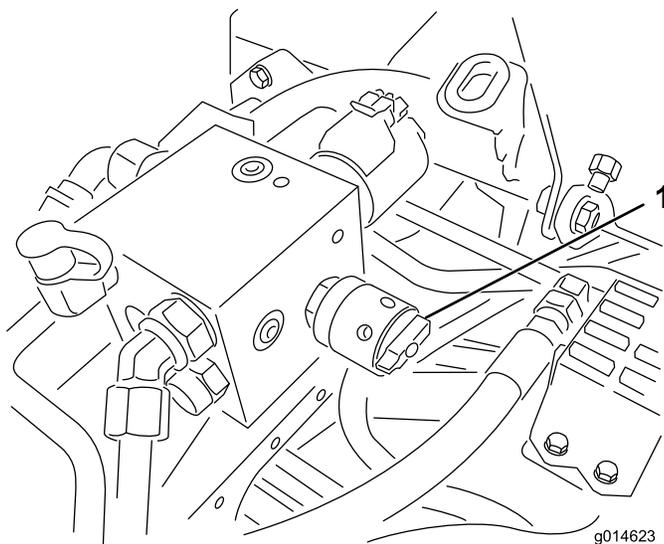

Figure 51
6. Tournez la commande de vitesse des cylindres à la position 1 (Figure 51).